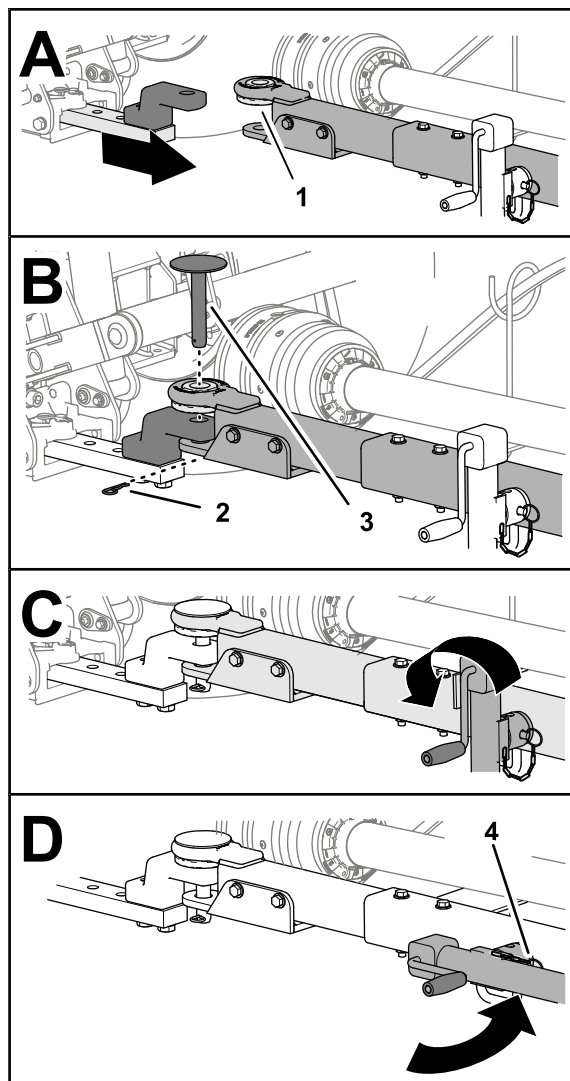

Figure 29
d'attelage dans les trous de la barre de remorquage et de la barre d'attelage, et fixez la goupille avec la goupille fendue (Figure 29).
- Relevez complètement le cric (Figure 29).
- Retirez la goupille qui fixe le cric à la barre de remorquage, faites pivoter le cric à l'horizontale et fixez-le à la barre de remorquage à l'aide de la goupille (Figure 29).